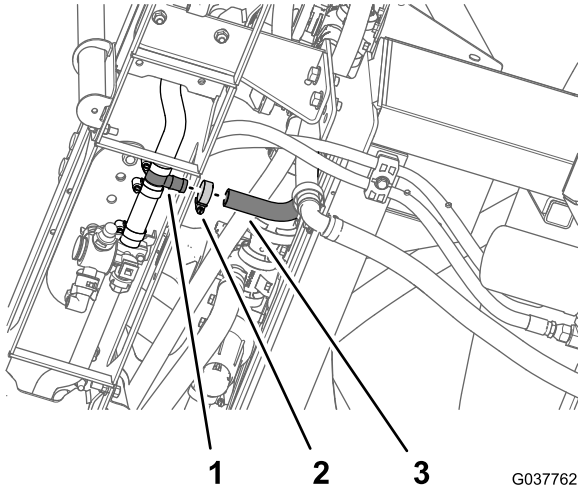

Figure 85
1. Branchez le flexible de section de rampe centrale au raccord en T de la section de rampe centrale (Figure 85).